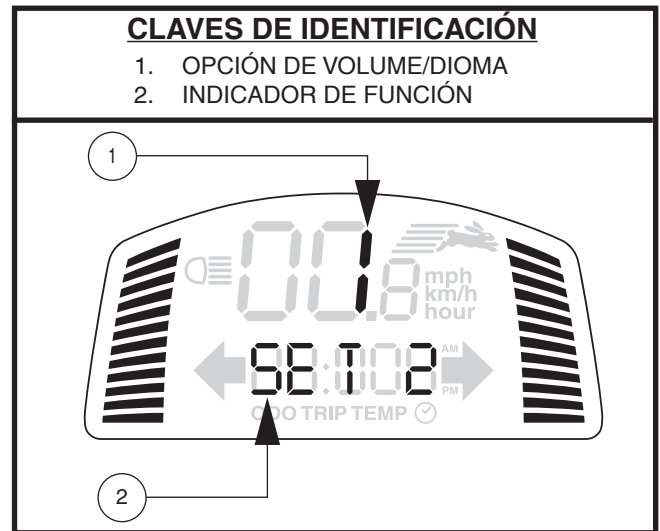

Figura 6. Pantalla del control del volumen
*NOTA: Las luces intermitentes cuádruples destellarán y sonará un pitido de advertencia mientras las luces de emergencia permanezcan encendidas. Ver la figura 6 para el control del volumen.*